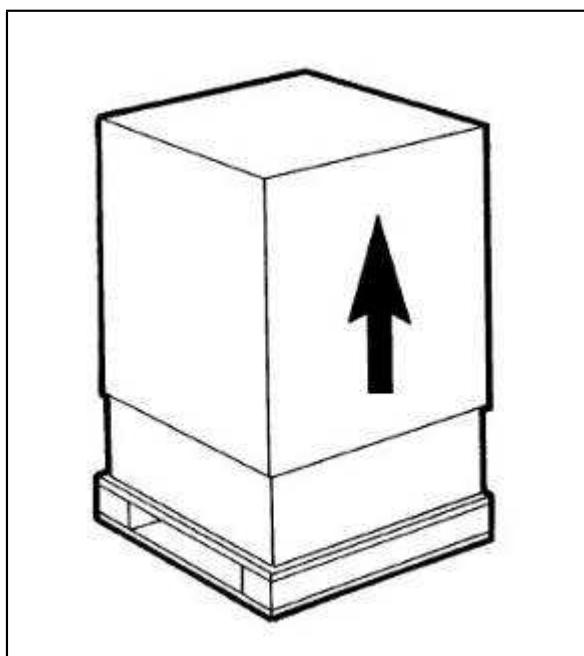

Abb. 1
- a) Das Gerät auspacken und auf eventuelle Transportschäden untersuchen (Abb. 1). Die Originalverpackung für die Winterlagerung aufbewahren.